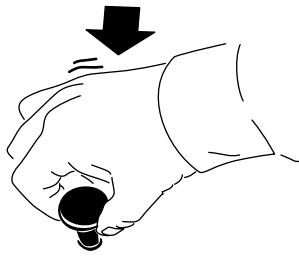

図 13
- スイッチ h を押し込む図 13 と PTO が解除されアタッチメントが停止する。